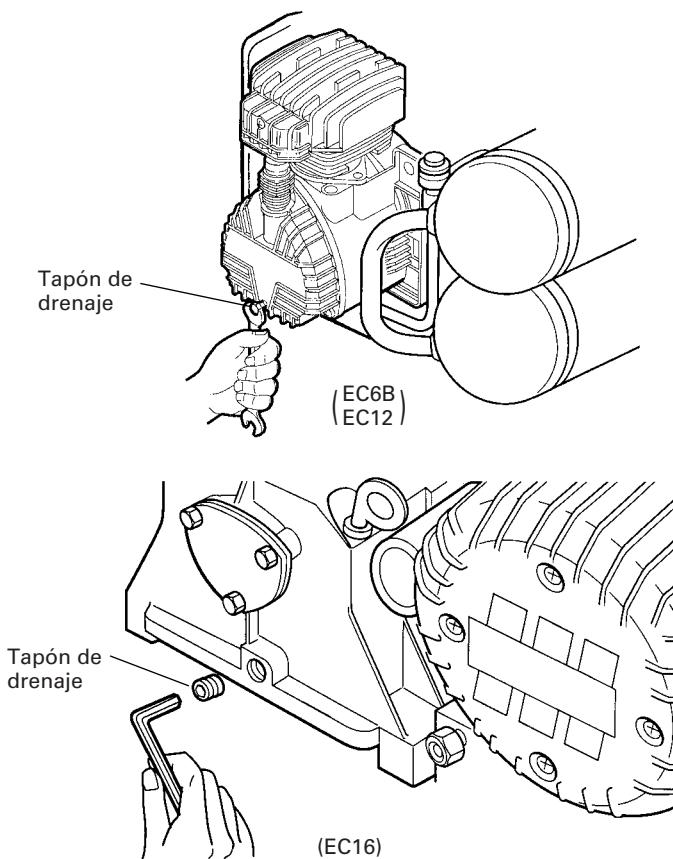

Fig. 8
- (1) Antes de las primeras 50 horas de operación, reemplace completamente el aceite del elemento de la bomba. Afloje el tapón de drenaje del aceite de la cubierta del compresor, drene todo el aceite, y atornille otra vez el tapón. (Fig. 8)